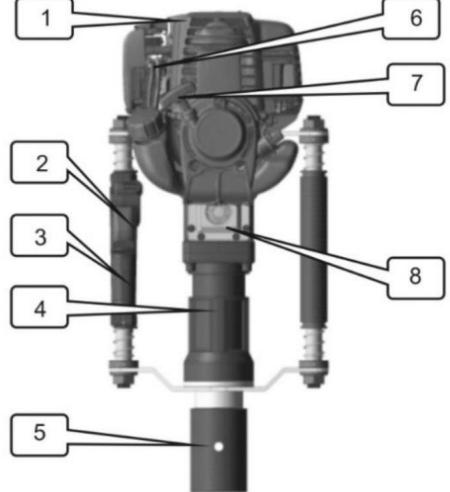

Fig. 1
2.Premere il pulsante di spegnimento per interrompere, pulsante di spegnimento vedere Fig.1